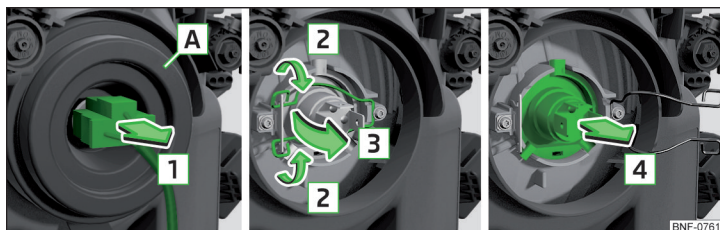

Fig. 142 Înlocuirea becurilor pentru faza scurtă și lungă
- Extrageți conectorul de la becul cu incandescentă, în sensul săgeții **1** » fig. 142.
- Apăsăți etrierul de siguranță înspre far și desprindeți-l apoi în sensul săgeții **2** » fig. 142.